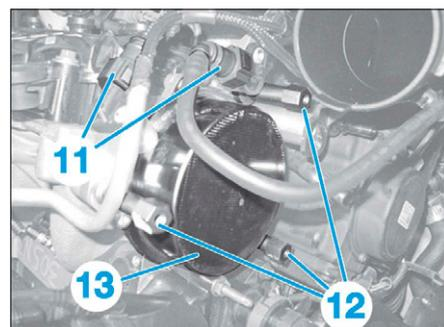

FIG. 29
- Désaccoupler les raccords (11) (Fig.29).
- Déposer les vis (12) puis la pompe (13).